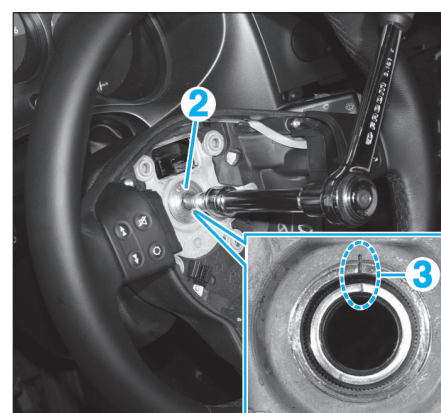

Fig. 31
- S'assurer que les roues sont en ligne droite, repérer la position du volant puis dévisser la vis (2) de fixation (Fig.31).